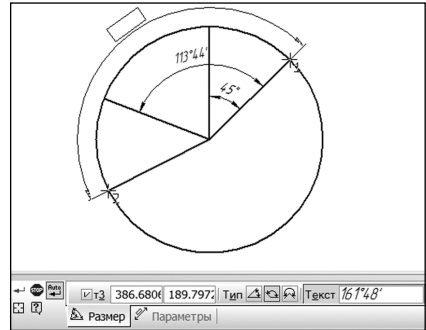

Рис. 11.26. Команда «Угловой (размер) от общей базы»
- кнопка **Угловой от общей базы**  предназначена для построения серии угловых размеров от общей базы (рис. 11.26). Для этого необходимо последовательно выбрать 2 не параллельных прямых отрезка (первый отрезок будет базой), между которыми необходимо поставить первый размер, затем выбрать тип построения и расположение размерного текста. Построение при этом не заканчивается, и программа ждет выбора еще одного не параллельного прямого отрезка (первый отрезок-база уже был выбран ранее) для построения следующего размера. Теперь остается только выбрать тип построения и расположение размерного текста;